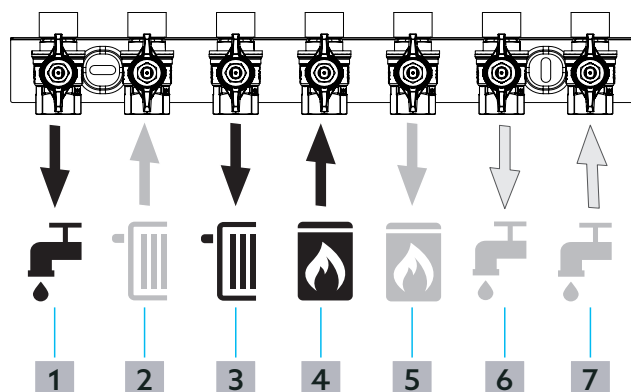

Abb. 10: Anschlussbelegung Kugelhahnanschlusset
- 3** Setzen Sie einen Dichtring (siehe Abb. 1 auf Seite 5 (7)) in ein Edelstahlwellrohr (siehe Abb. 1 auf Seite 5 (1)) und schrauben Sie das Edelstahlwellrohr an den Adapter (siehe Abb. 1 auf Seite 5 (11)) im Anschluss 3 (Heizkreis-Vorlauf) an (siehe Abb. 10 auf Seite 10).
- 5** Setzen Sie einen Dichtring in ein Edelstahlwellrohr und schrauben Sie das Edelstahlwellrohr an den Adapter im Anschluss 2 (Heizkreis-Rücklauf) an (siehe Abb. 10 auf Seite 10).